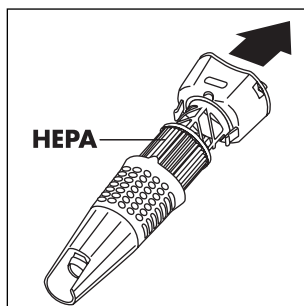

Fig. 21
- Trek aan het bovenste gedeelte zodat de elementen van het "ECO HEART" filter (fig. 21) van elkaar gescheiden worden en verwijder vervolgens het wasbare HEPA* filter.